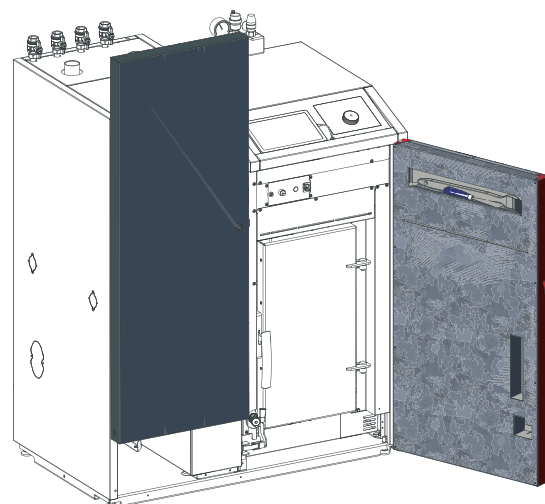

Fig. 31 Rechte Verkleidungstür öffnen
- ▶ Rechte Verkleidungstür öffnen – Fig. 31.